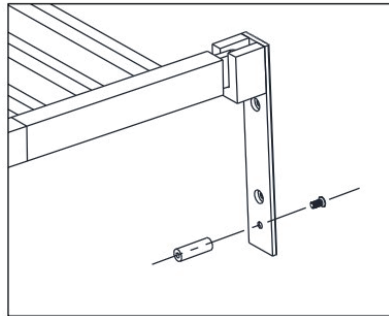

Figure 1
2. Fixer la barre de connexion avec les supports de montage à l'aide des boulons de fixation. Voir figure 1